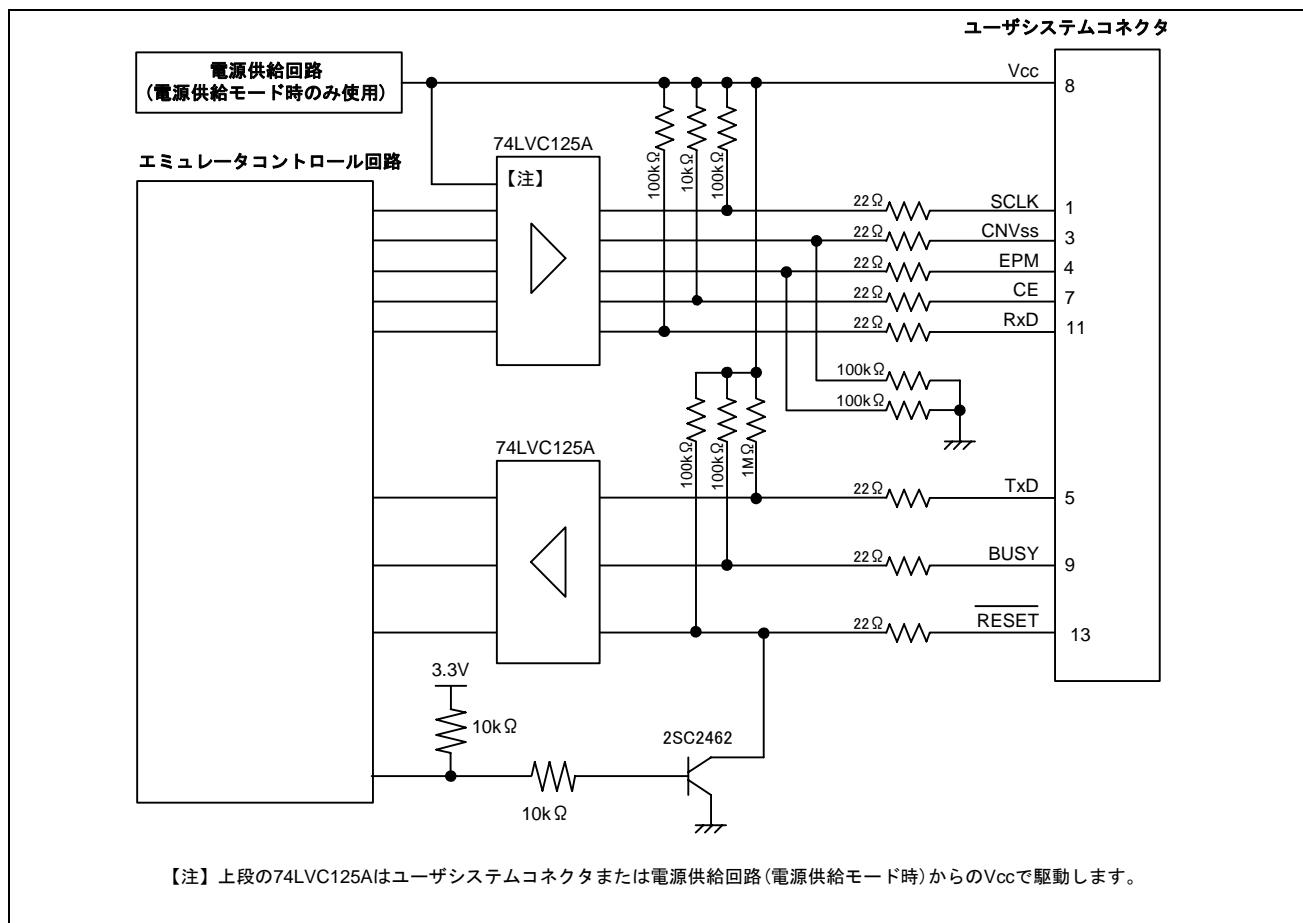

図 5.12 E8 エミュレータ内インタフェース回路（参考）
E8エミュレータ動作中にP64はHiz状態になることがあります。そのため、抵抗値に関しては、E8エミュレータ内部抵抗(図5.12)との分圧により、中間電位にならない値で端子処理をしてください。
E8エミュレータ動作中にP50,P55はHiz状態になることがあります。そのため、抵抗値に関しては、E8エミュレータ内部抵抗(図5.12)との分圧により、中間電位にならない値で端子処理をしてください。
P55は、E8エミュレータを外した後のマイコン端子状態を考慮し、プルアップまたはプルダウンしてください。E8エミュレータ動作中にP55はHiz状態になることがあります。そのため、抵抗値に関しては、E8エミュレータ内部抵抗(図5.12)との分圧により、中間電位にならない値で端子処理をしてください。
9. 図5.12にE8エミュレータ内インタフェース回路を示します。プルアップ抵抗の値などを決定するときに参考にしてください。